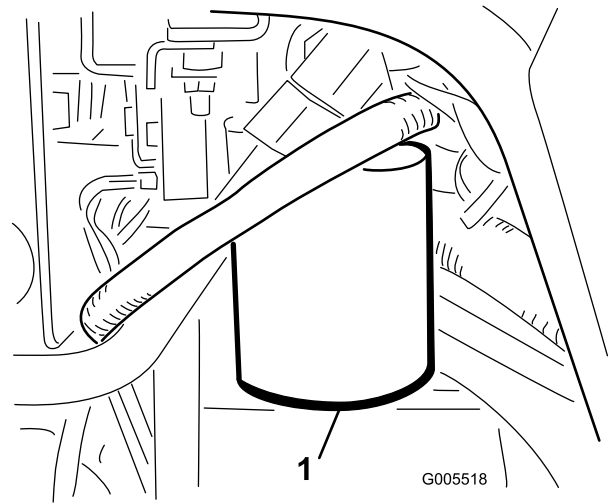

Figura 50
- Limpe a zona em torno da montagem do filtro (Figura 50). Coloque um recipiente de escoamento debaixo do filtro e retire o filtro.